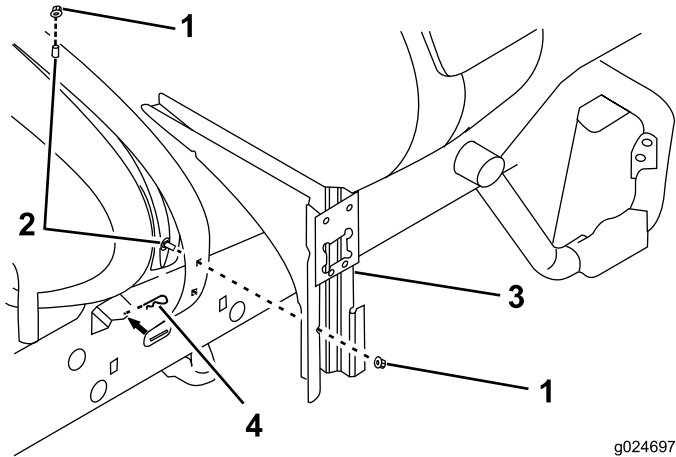

Figura 20
2. Instalezi 1 urub de fixare ($\frac{3}{8}$ x 1 inch) în orificiul superior interior de pe colierul rezervorului din dreapta spate (Figura 20).
3. Instalezi 1 urub de fixare ($\frac{3}{8}$ x 1 inch) în orificiul inferior exterior de pe colierul rezervorului din dreapta spate (Figura 20).
5. Montezi suportul pentru cu 2 uruburi de fixare ($\frac{3}{8}$ x 1 inch), folosind 2 contrapiulie cu guler (Figura 20).